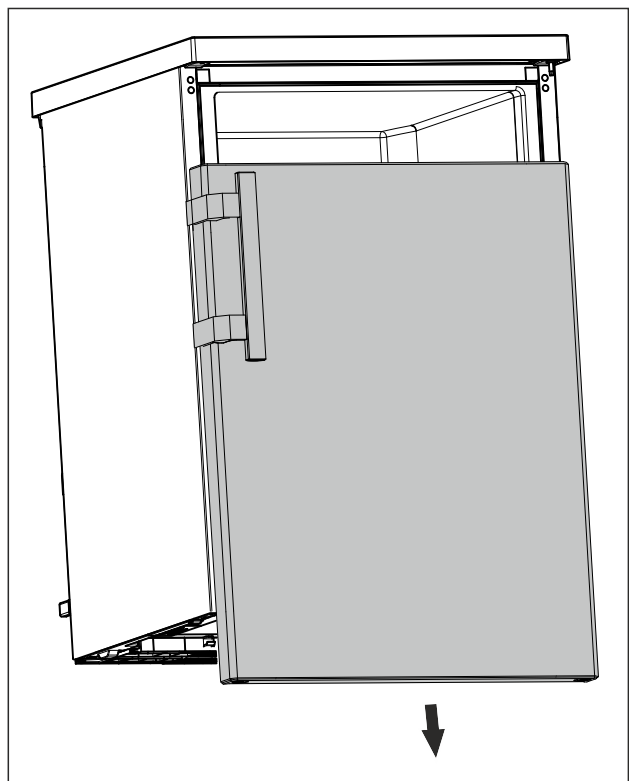

Fig. 16
- ▶ Tür nach unten abnehmen. (siehe Fig. 16)